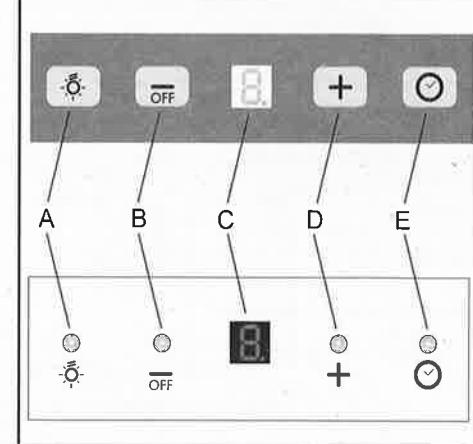

Fig.11
COMANDI (Fig.11):
• Saturazione filtri Antigrasso/Carbone attivo: Fig.11